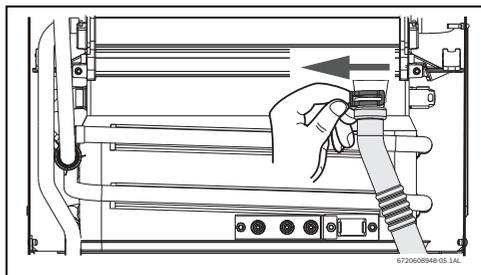

Fig. 29
- ▶ Retirar el clip y soltar la extremidad del tubo de condensados, consultar (Fig. 29).